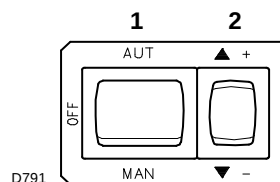
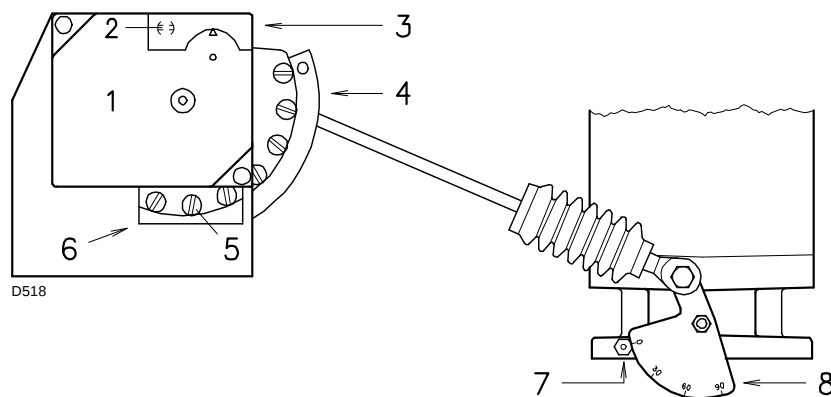
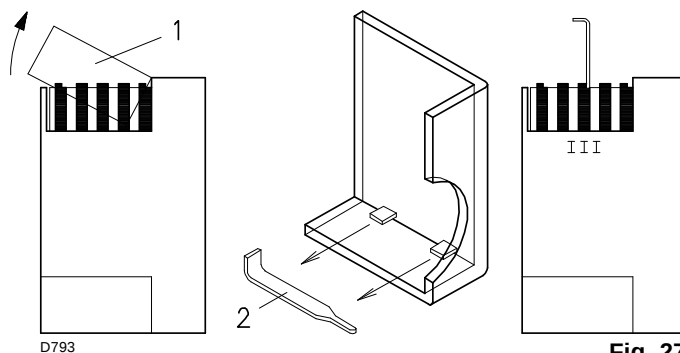

Fig. 25
Fig. 26
Fig. 27
Chiudere i telecomandi e mettere l'interruttore 1)(Fig. 25) in posizione "MAN".
Premere ora il pulsante 2)(Fig. 25) "aumento potenza" e tenerlo premuto fino a quando il servomotore ha aperto la serranda aria e la farfalla del gas a 90°.
Variare in progressione il profilo finale della camma 4)(Fig. 26) agendo sulle viti della camma che compaiono all'interno dell'apertura 6)(Fig. 26).
Legenda (Fig. 26)
Premere il pulsante 2)(Fig. 25 a pag. 25) “diminuzione potenza” e tenerlo premuto fino a quando il servomotore ha chiuso la serranda aria e la farfalla del gas a 20° (regolazione fatta in fabbrica).
- Se bisogna diminuirla, ridurre un poco l'angolo della camma III (Fig. 27) con piccoli spostamenti successivi, cioè portarsi dall'angolo 20° a 18° - 16°....
- Se bisogna aumentarla, premere un poco il pulsante “aumento potenza” 2)(Fig. 25 a pag. 25) (aprire di 10-15° la farfalla del gas), aumentare l'angolo camma I I I (Fig. 27) con piccoli spostamenti successivi, cioè portarsi dall'angolo 20° a 22° - 24°....
Per l'eventuale regolazione della camma I I I, togliere il coperchio 1), inserito a scatto (Fig. 27), estrarre l'apposita chiavetta 2) dal suo interno ed inserirla nell'intaglio della camma I I I.
Variare in progressione il profilo iniziale della camma 4)(Fig. 26) agendo sulle viti della camma che compaiono all'interno dell'apertura 6)(Fig. 26).
Premere un poco il pulsante 2)(Fig. 25 a pag. 25) “aumento potenza” in modo che una nuova vite 5)(Fig. 26) appaia all'interno dell'apertura 6)(Fig. 26), regolarla fino ad ottenere una combustione ottimale.
Spegnere il bruciatore agendo sull'interruttore 1)(Fig. 25 a pag. 25), posizione OFF, svincolare la camma a profilo variabile mettendo in posizione verticale l'intaglio 2)(Fig. 26) dal servomotore.